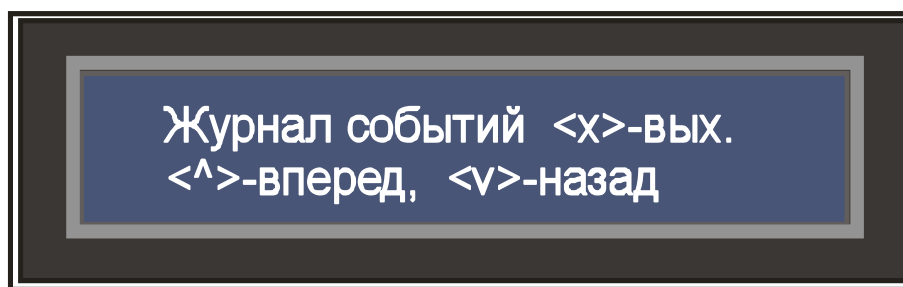

Рис. 3. Вид индикации ВПУ в режиме просмотра журнала событий
В этом режиме имеется возможность просмотреть журнал событий путем нажатия клавиши «1» - активизируется меню и клавишами «<^> - вперед» и «<v> - назад» просмотреть «Журнал событий» (см. рисунок 3).
5) Нажать клавишу «<↵>» (Ввод). При корректной постановке под охрану на дисплее высветится строка «**ВЫПОЛНЕНО!**» и панель перейдет в меню пользователя (см. рисунок 3). При некорректной попытке постановки появится текст «**НЕТ ГОТОВНОСТИ К ПОСТАНОВКЕ ОХРАННЫХ ШЛЕЙФОВ!**» и ВПУ перейдет в меню пользователя. В этом случае следует проверить целостность ШС и после этого повторить процедуру постановки под охрану.